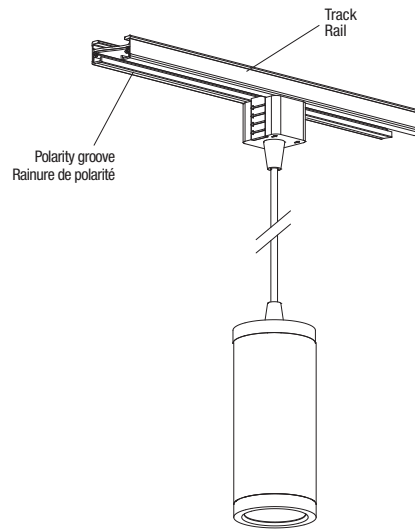

Fig. 1e
7. Apply power, installation is completed (Fig. 1e).
7. Mettre sous tension, l'installation est terminée (Fig. 1e).